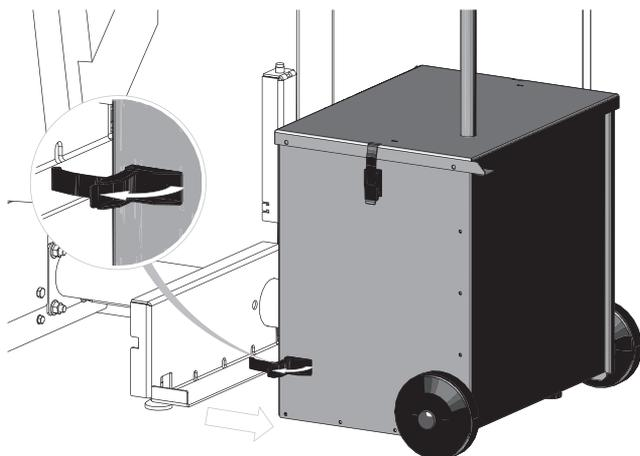

Fig. 51
- Beide untere Spannbügelverschlüsse öffnen und Aschebox entfernen – Fig. 51.